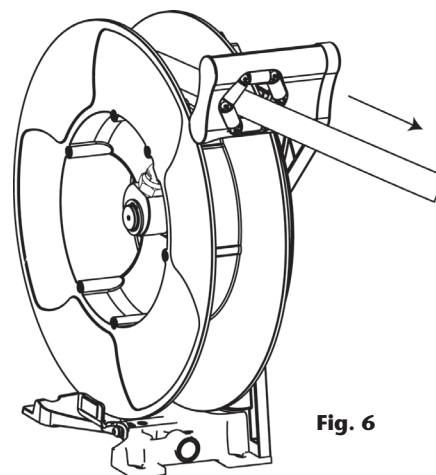

Fig. 6
1. Déroulez complètement le flexible jusqu'à la dernière position de verrouillage du cliquet (fig. 6).